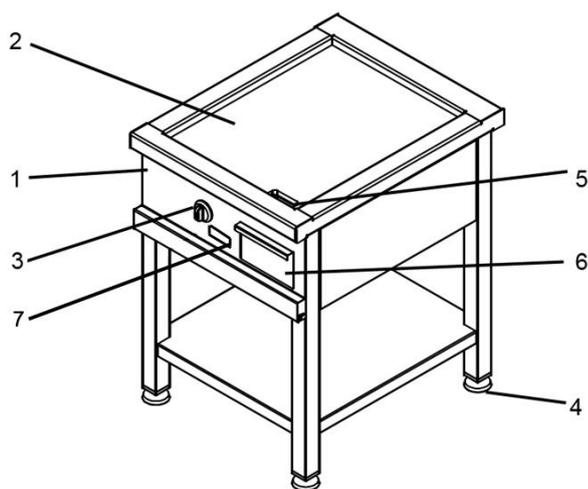

Рис. 1 Общее устройство электрической плиты-гриля тэппан-яки
Плита-гриль тэппан-яки – это электрический прибор с рабочей поверхностью, разделенной на несколько зон нагрева (от 1 до 3). Гладкая стальная жарочная поверхность со специальным износостойким покрытием 2 (рис.1) располагается над нагревательными элементами. В жарочной поверхности присутствуют 1 или 2 (в зависимости от модели гриля) сливных отверстия 5 (рис.1), под которым располагается выдвижной поддон 6 (рис.1) для сбора жира и отходов, образующихся при приготовлении блюд.
Интенсивность нагрева рабочей зоны регулируется ручками 3 (рис.1), расположенными на лицевой панели устройства 1 (рис.1). Температура нагрева той или иной рабочей зоны отображается на соответствующем дисплее 7 (рис.1). Все зоны устройства могут работать одновременно и по отдельности. Важно помнить, что, так как рабочая зона единая, то независимо от того, включена конкретная зона нагрева или нет, она все равно нагревается от работающих соседних зон. В зависимости от модели устройство может быть настольным, напольным или встраиваемым. Напольные версии выполняются на открытом стенде или закрытом кабинете с дверями и без, на регулирующихся ножках или колесах. При необходимости тэппан можно дополнить защитным бортом.
- Вставьте штепсель аппарата в розетку. При этом на дисплее 7 (рис.1) отобразиться текущая температура рабочей поверхности.
- Плавно поверните регулятор температуры 3 (рис.1) соответствующей зоны нагрева **по/против часовой стрелки** и установите желаемую температуру.
- На дисплее 7 (рис.1) отобразиться желаемая температура рабочей поверхности, затем после появления команды «SET» на дисплее будет отображаться текущая температура рабочей поверхности прибора. Как только она достигнет желаемой, на дисплее будет отображаться температура, соответствующая ранее выставленной.
Переведите регулятор температуры 3 (рис.1) в положение «0».
Пока рабочая поверхность устройства остывает, на экране 7 (рис.1) будет отображаться значение «hot», как только оно остынет, экран погаснет.